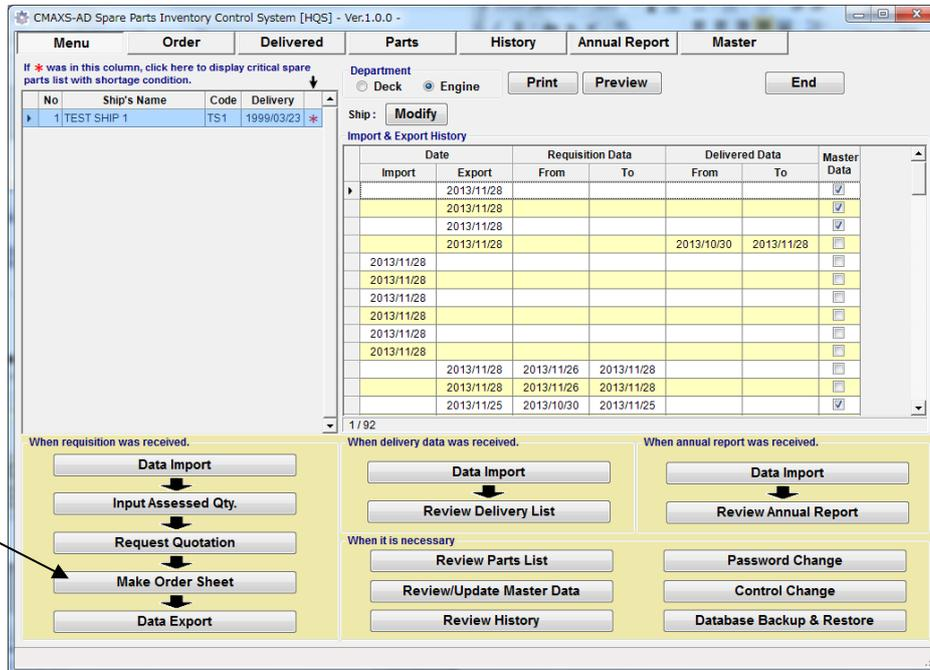

図 8-1 Menu 画面
- (1) “Menu 画面”(図 8-1)上で[Make Order Sheet]を選択します。
- (8) [▼]マークをクリックし、ドロップダウンリストより Supplier を選択してください。
- (9) 最大 10 社の供給元を設定できます。
- (10) Supplier 選択後、チェックマークを必要箇所に入れます。
- (11) Supplier 選択後、[・] オプションボタンをチェックし、Excel 仕様の見積書を作成します。
- (12) [Export]を選択すると“Save as ウィンドウ”が表示されます。
- (13)“OK”ボタンを選択すると、Excel 仕様の注文書が作成されます。
- (14)注文書を supplier.に送信します。
- (15) [Menu]を選択し、“Menu 画面”(図.8-1)に戻ります。
- (16) “Menu 画面”(Fig8-1)上で、[Data Export] を選択すると、本船へ注文データが送信されます。